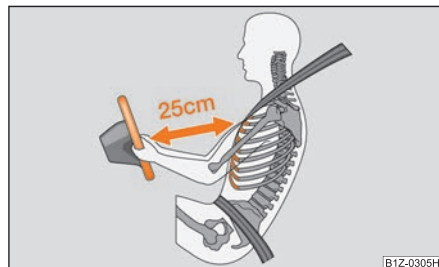

Fig. 180 Distanța sigură față de volan
- Atât pentru conducător cât și pentru pasagerul dreapta este important să păstreze o distanță de cca. 25 cm față de volan, respectiv de tabloul de bord ⇒ fig. 180. Dacă nu se respectă această distanță, sistemul airbag nu își poate exercita eficiența maximă – Pericol! Pe lângă acestea, scaunele din față și tetierele trebuie să fie întotdeauna reglate în funcție de mărimea corpului.